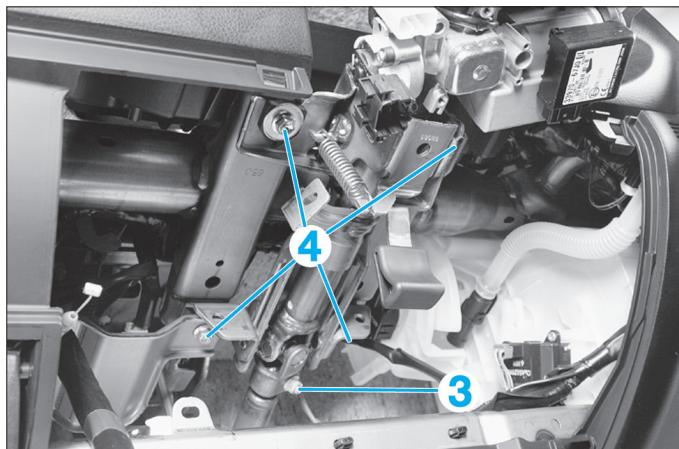

FIG. 9
- Déposer la vis supérieure (3) du joint de cardan de direction (Fig.9).
- Dévisser les quatre vis de maintien (4) de la colonne de direction.